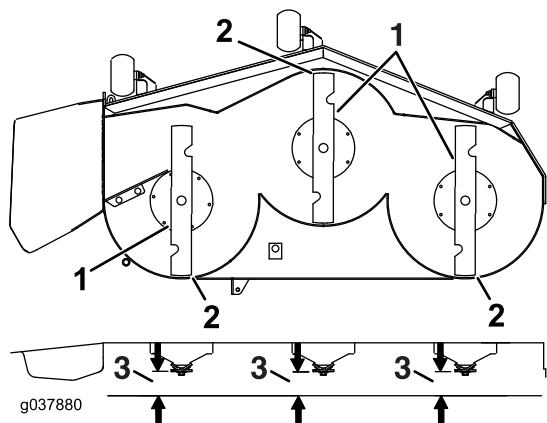

Bild 80
7. Prüfen Sie die Schnittmesserneigung in Längsrichtung (**Bild 80**). Stellen Sie sicher, dass die vordere Messerspitze niedriger als die hintere Messerspitze ist, wie in der Blockhöhen- und Rechentabelle angegeben. Wenn eine Einstellung erforderlich ist, fahren Sie mit diesem Schritt fort.